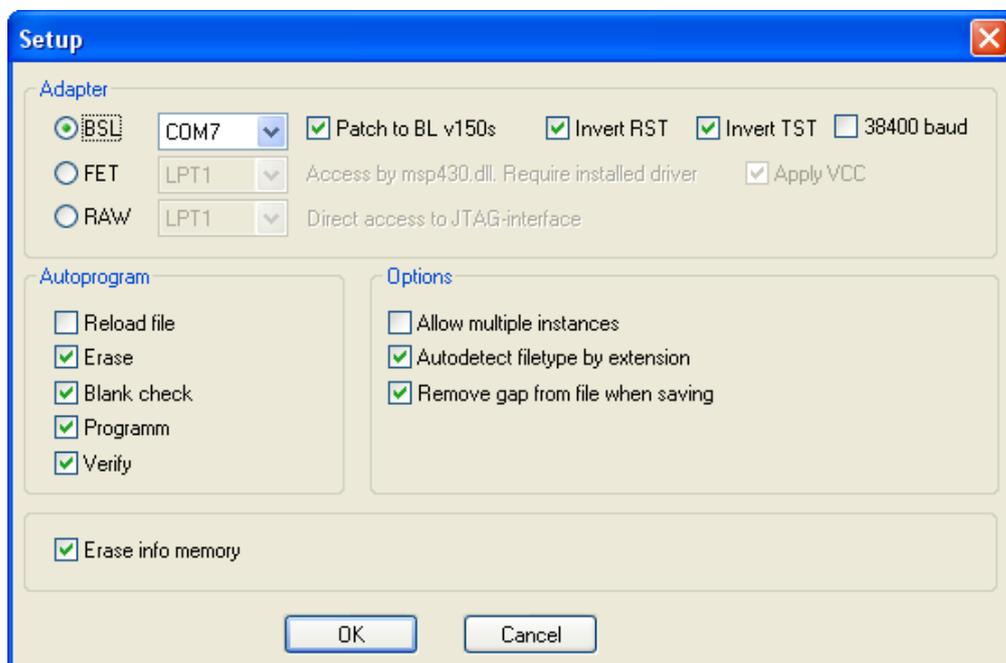

Рисунок 6 - Настройка программы «MspFet»
3.4.2.2 В настройках программы «MspFet», рисунок 6, в разделе «Adapter» установите переключатель «BSL» и выберите номер порта – COM7.